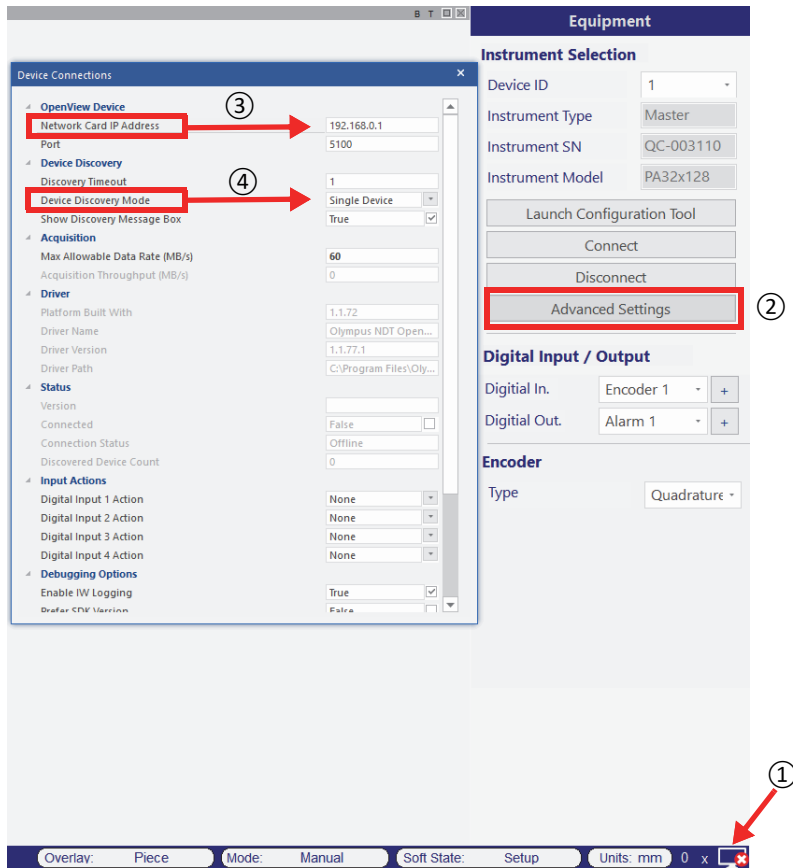

Figura 7-4 Configuración en la aplicación WeldSight
- f) En su PC, abra la opción de *software* WeldSight  y haga doble clic en el ícono de PC () [ver Figura 7-4 en la página 83] ubicado en la esquina inferior derecha de la pantalla. Haga clic en **Advanced Settings** (Parámetros avanzados), y asegúrese de que: